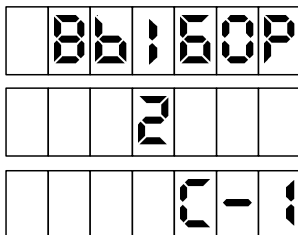

Рисунок 6
– "включен, 2 клавиатуры" отличается тем, что в нижней строке табло дополнительно отображается номер стороны, к которой поднесли карту (рисунок 6). Дальнейшие действия необходимо производить с клавиатуры этой же стороны. Нажатия кнопок противоположной клавиатуры игнорируются.